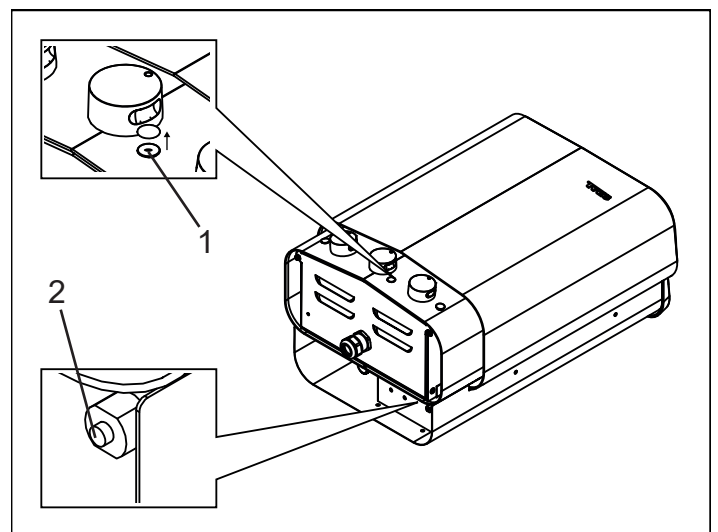

Figure 8 : réinitialisation des dispositifs de protection thermique
- **Poêle** - La protection thermique du poêle sert à empêcher la surchauffe des composants, des résistances tubulaires et du bois à l'intérieur du sauna. Un bouton-poussoir rouge se trouve sous un cache noir, à l'avant du poêle et à droite du bouton de thermostat (voir Figure 8). Lorsque la protection thermique s'est déclenchée, un déclic est ressenti lorsqu'on enfonce le bouton. Si la protection thermique ne s'est pas déclenchée et après réinitialisation, le bouton est plus souple.
- **Réservoir d'eau** - La protection thermique dans le réservoir d'eau est prévue pour éviter que la résistance ne chauffe sans évaporation. Sur le dessous du poêle se trouve un bouton-poussoir rouge (voir figure 8). Lorsque la protection thermique s'est déclenchée, un déclic est ressenti lorsqu'on enfonce le bouton. Si la protection thermique ne s'est pas déclenchée et après réinitialisation, le bouton est plus souple.